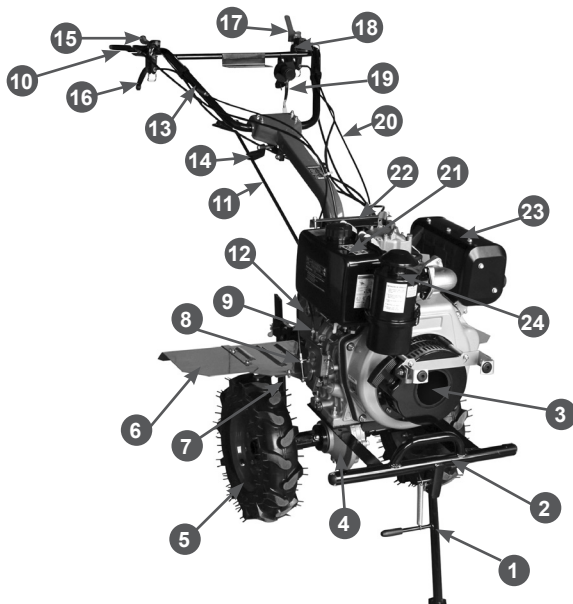

Рис.1 Расположение основных узлов и органов управления
Расположение основных узлов и органов управления мотоблока представлено на Рис.1.
7. Установите стояночную опору мотоблока (1) Рис.1.
1. Возьмитесь за рычаг сцепления 18 (Рис.1) нажмите и отпустите его 2-3 раза, чтобы включить сцепление. Если включить сцепление не получается, проверьте регулировку свободного хода рычага.
1. Нажмите на рычаг реверса 16 (Рис.1) и отпустите его 2-3 раза, чтобы включить передачу. Если включить передачу не получается, изменяйте положение рычага, пока передача не включится.